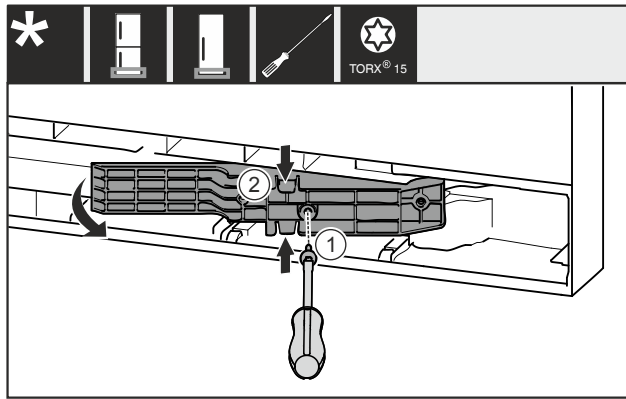

Fig. 17*
- ▶ Retirer la vis Fig. 17 (1)*
- ▶ Compresser légèrement l'adaptateur Fig. 17 (2) par le haut et le bas et le retirer.*